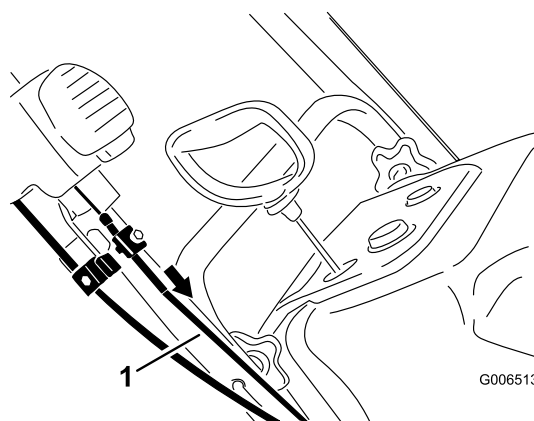

Figure 44
5. Tirez la gaine du câble supérieur vers l'avant pour supprimer le mou, puis serrez la vis du serre-câble solidement (Figure 44).